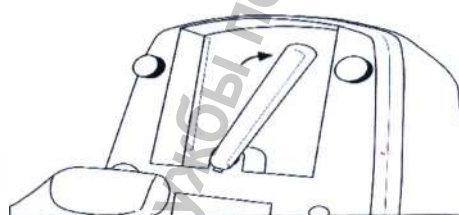

Рис.4.
6. Поворачивайте ключ по часовой стрелке до упора. (Рис.4)